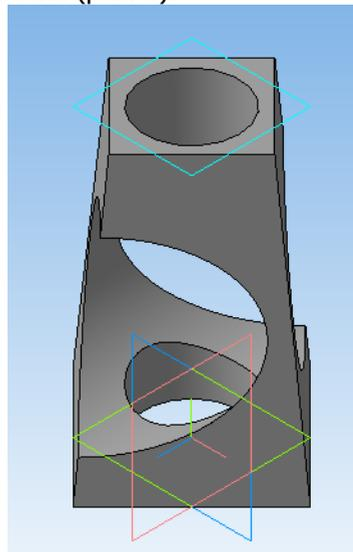

Рис. 9.
6. Для построения сквозных цилиндрических отверстий используем операцию Вырезать выдавливанием. Модель, представленная на рисунке 2, построена (рис.9).